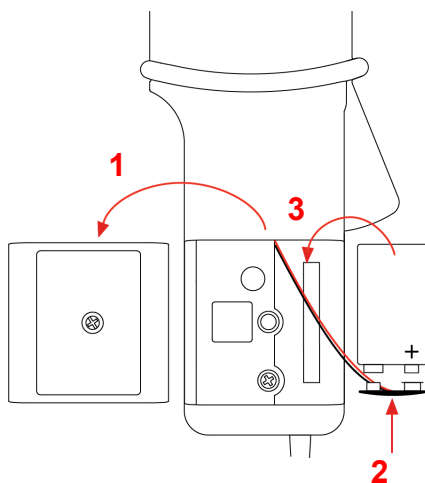

Figure 2
1. À l'aide d'un tournevis, retirez le couvercle du compartiment de la pile (1) à l'arrière du boîtier (voir la figure 2).
2. Connectez la pile au connecteur encliquetable (2) en respectant la polarité.
3. Placez la pile dans son compartiment (3).